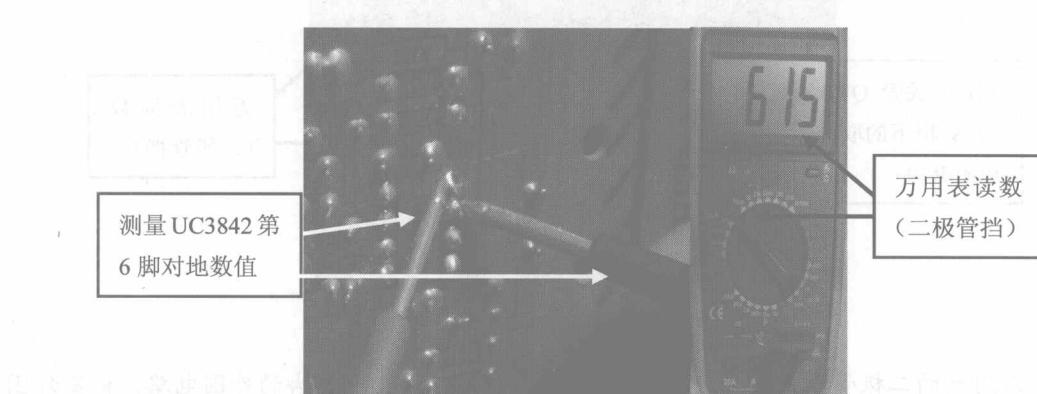
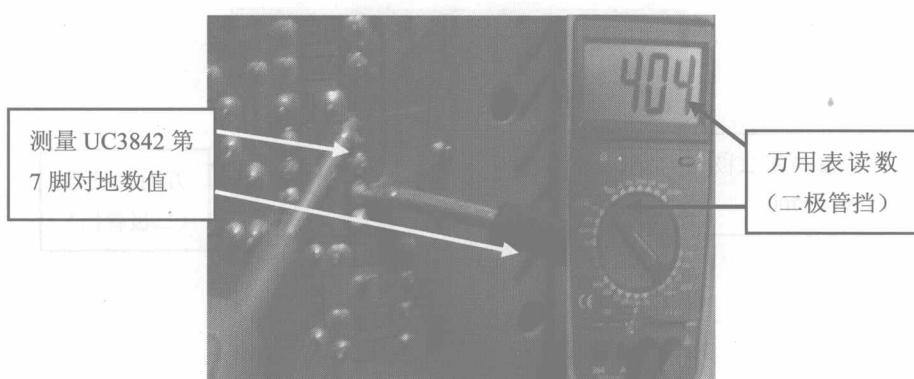

图 1-15
图 1-16
⑩再次用二极管挡检查开关管电源控制芯片 UC3842 第 6 脚、第 7 脚的对地电阻，测得其数值均在正常范围内，说明 UC3842 第 6 脚、第 7 脚的外围电路正常，如图 1-15、图 1-16 所示。